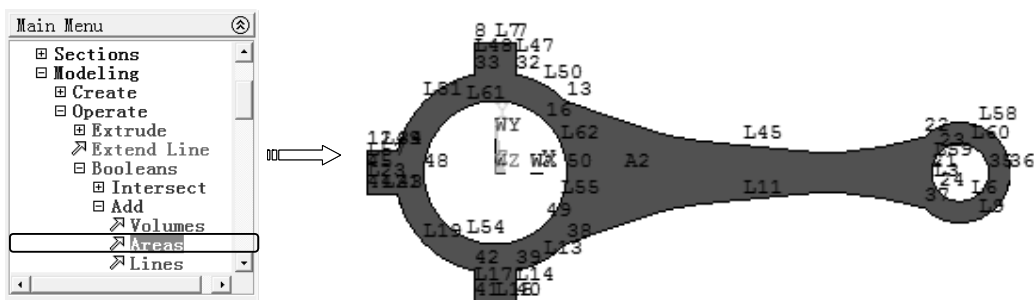

图 7-137 面加运算
19) 选择“Main Menu>Preprocessor>Modeling>Operate>Boolean>Add>Areas”命令，弹出“Add Areas”对话框，选择所有面，单击“OK”按钮完成加运算，如图 7-137 所示。